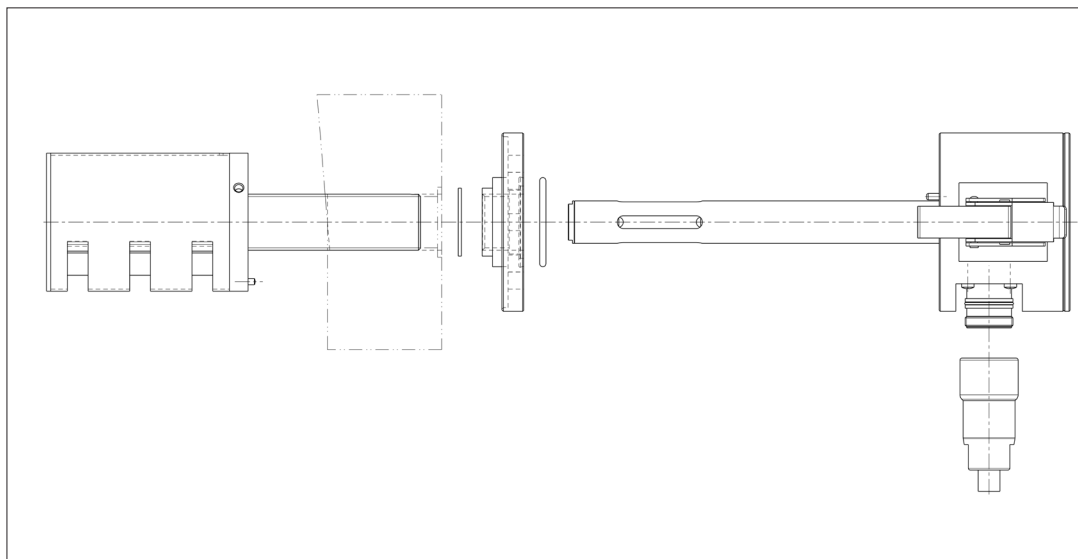

Fig. 8.12. Instalación Paso 1
- Tome el SOG y atorníllelo desde el lado interno del cárter dentro del agujero hasta que 16 mm del hilo se superpongan con la superficie exterior. La marca TOP y la ranura están en la parte superior. Esta posición es importante para el correcto funcionamiento de SOG. Fig. 8.12.